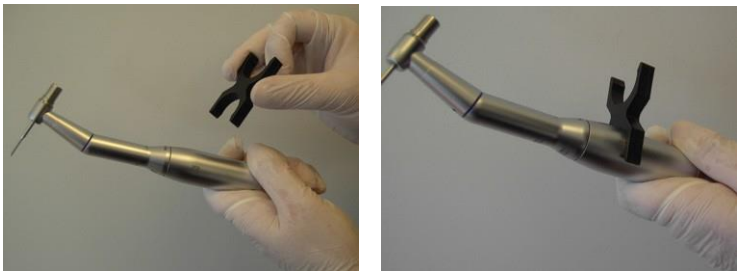

Figura 3-55. Colocación del sujetador en la pieza manual
11. Coloque el sujetador en la pieza manual, como se muestra en la Figura 3-55.